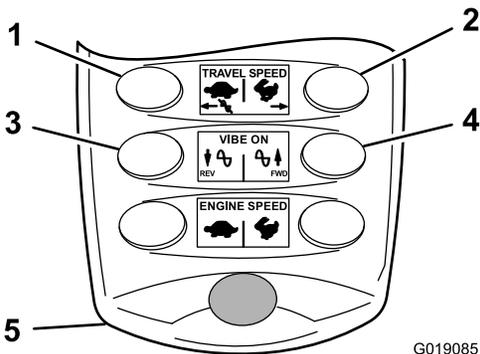

Figura 44
- Inicie la vibración hacia adelante presionando y soltando el botón de vibración hacia adelante (Figura 44).
- Inicie la vibración hacia atrás presionando y soltando el botón de vibración hacia atrás (Figura 44).